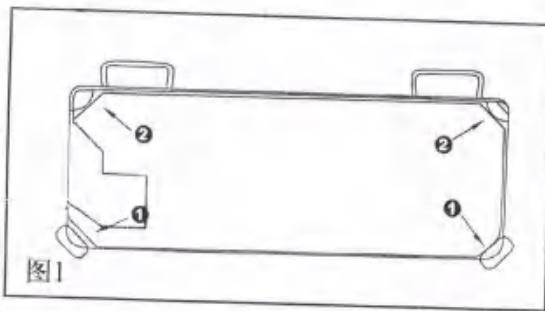
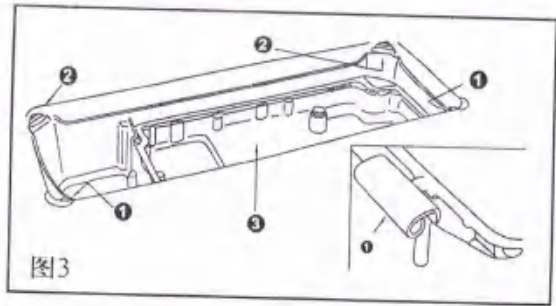
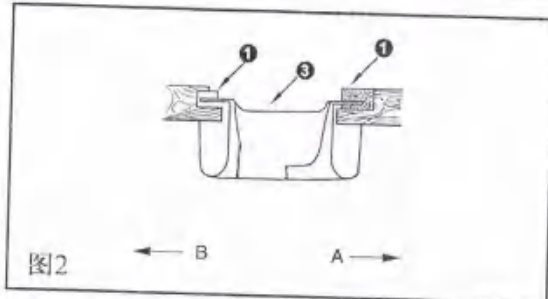
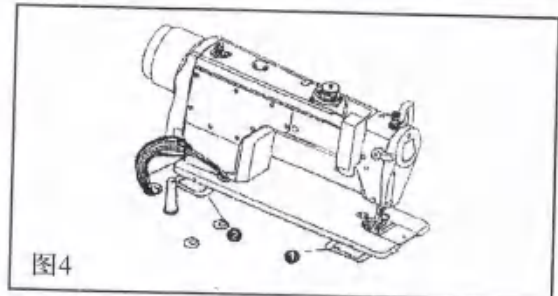

图1
图3
图2
图4
### 4. 机器的安装 (图1、图2、图3、图4) INSTALLATION (FIG. 1,FIG.2,FIG.3,FIG.4)
- 2) 将两只机头坐垫①安装在油盘③的A边(朝操作者一边), 将两只油盘支座②安装在油盘③的B边(用机头连接钩接合一边), 然后放上油盘③(图1、图2)
- 3) 将机头连接钩①插入底板销孔内, 与台板的机头连接钩座②相嵌合再把机头放到油盘四只角的坐垫上。(图3、图4)